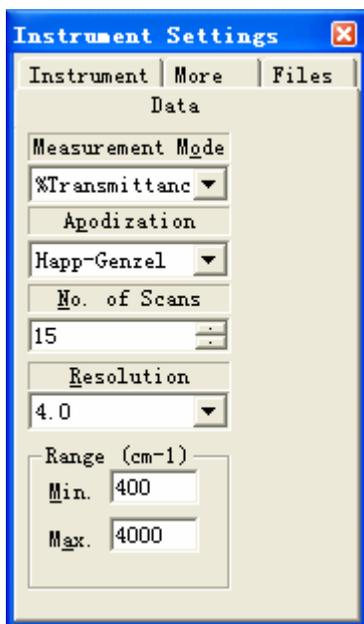

图 2 数据栏
1. **数据栏(date):** 设置测量模式(Measurement Mode)为透射(%Transmittance), 设置去积卷(Apodization, 1.2 版翻译为变迹法)为Happ-Genzel, 设置扫描次数(No. of scans)为1-400次, 一般设置10次, 设置分辨率(Resolution)为4, 设置记录范围(Range)为400-4000。如图2。